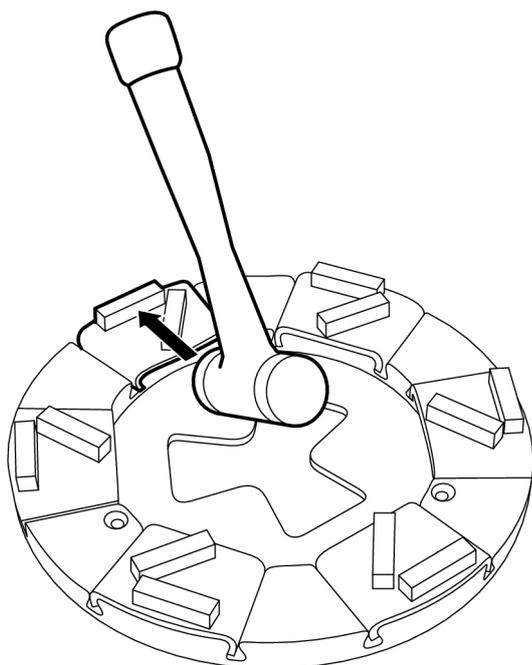

Figura 4-12. Rimozione dell'utensile di levigatura
2. Bloccare l'utensile di levigatura nel portautensile battendo qualche colpo con un mazzuolo in gomma, vedere Figura 4-12, pagina 22.
3. Bloccare l'utensile di levigatura nel portautensile battendo qualche colpo con un mazzuolo in gomma, vedere Figura 4-12, pagina 22.